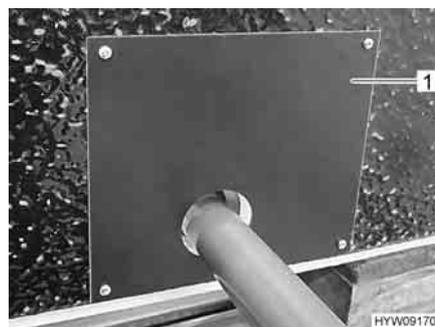

Fig. 164 Copertura del serbatoio delle acque grigie
- Rimuovere la copertura (Fig. 164,1) del serbatoio delle acque grigie.
- Posizionare la copertura (Fig. 164,1).